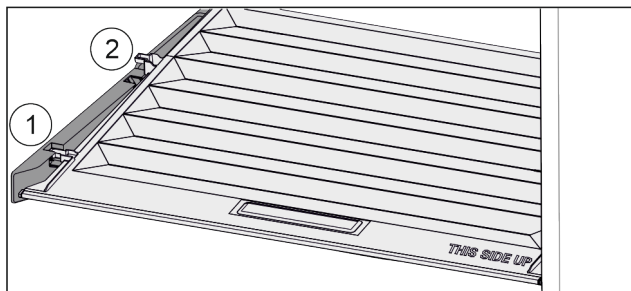

Fig. 147
- ▶ Veko potiahnite dopredu až k otvoru v prídržných dieloch Fig. 147 (1).
- ▶ Vzadu ho nadvihnite zospodu a zložte smerom nahor Fig. 147 (2).